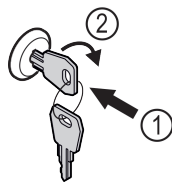

Fig. 68 Przykładowa prezentacja
- ▶ Włożyć kluczyk Fig. 68 (1).
- ▶ Przekręcić kluczyk o 90° w prawo Fig. 68 (2).